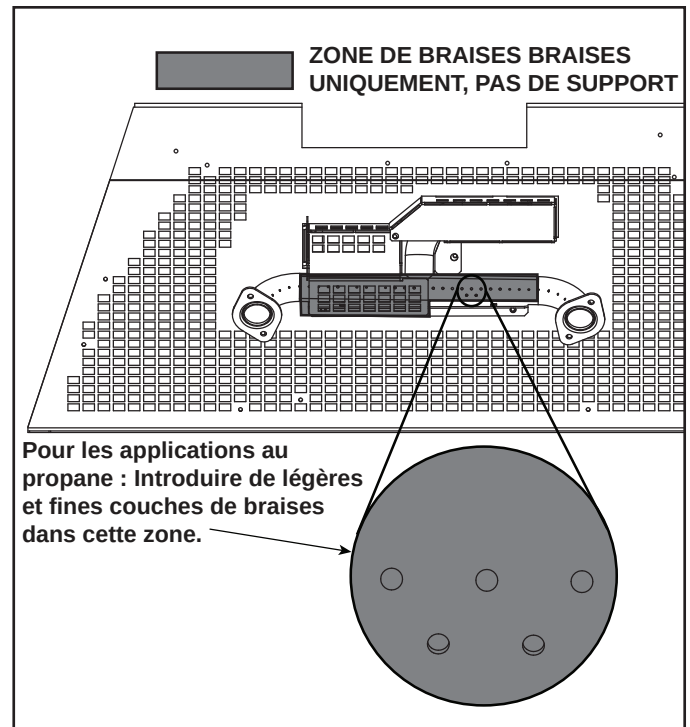

Figure 18 Zone de braises
- Placez des braises de la taille d'une pièce de dix cents dans la zone de braises comme indiqué dans la figure 18. Les braises doivent être placées sans serrer sur les orifices et la protection de la veilleuse. Ne pas envoyer les braises vers le bas ou dans les trous. Disposez en une seule couche ne dépassant pas une épaisseur de 6 mm (1/4 po).
AVIS : Pour les applications au propane, les braises doivent être appliquées en couche mince et légère dans la partie de la zone indiquée à la figure 18.